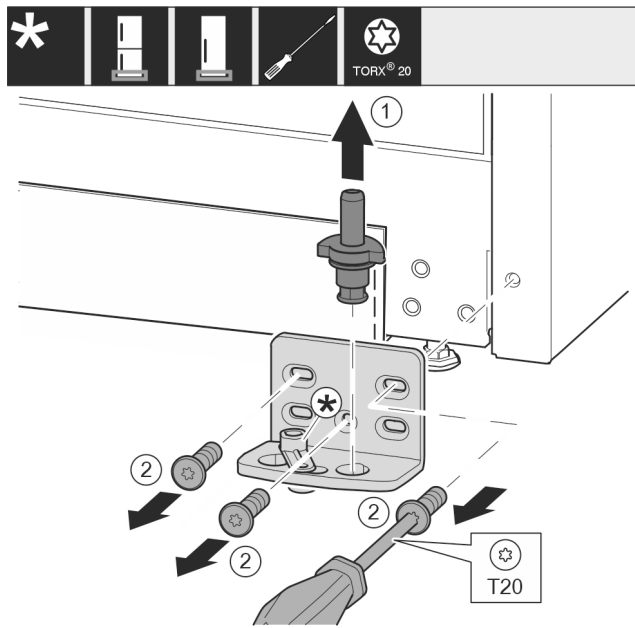

Fig. 15
- Τραβήξτε έξω ολόκληρο τον πείρο Fig. 15 (1) προς τα επάνω.
- Ξεβιδώστε τις βίδες Fig. 15 (2) με κατσαβίδι και αφαιρέστε το στήριγμα.